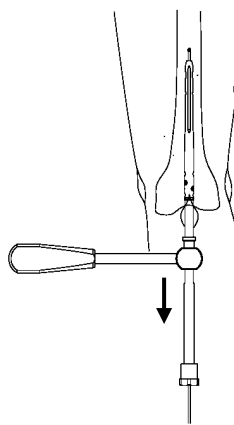

図10
- 8) 逆行性 N 抜去アダプタにスロットハンマーを組付け、軽く衝撃を与えながら、ネイルを抜去します。(図10)